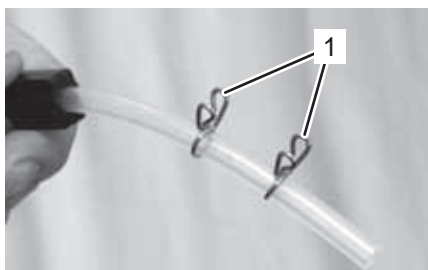

Fig. 17
14. Enfichez deux pinces à tuyaux (Fig. 17/1) conformément à la représentation figurant sur l'extrémité la plus courte du tuyau distributeur.